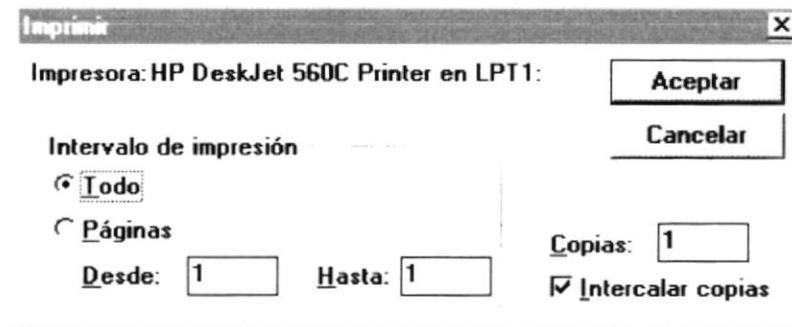

Fig. 6-8. Pantalla de Impresión
2. Luego se ingresa el código del producto que se está solicitando (esto puede hacerse como se ha indicado anteriormente, colocándose en la caja de texto de código y presionando la tecla **F2**, (Ver Fig. 6-8)), la descripción y presentación del producto aparecerán automáticamente, finalmente se llenan las cajas de texto de stock, unidades pedidas, prioridad, uso y observación según los datos recibidos del pedido.
2. En la caja de texto de productos se ingresa el código del producto a cotizar, si no recuerda el código presione la tecla **F2** y aparecerá la pantalla de selección de productos (**Ver Fig. 6-8**), una vez ingresado el producto debe ingresar el código del proveedor, aquí también puede presionar la tecla **F2** si no recuerda el código para seleccionar un proveedor.